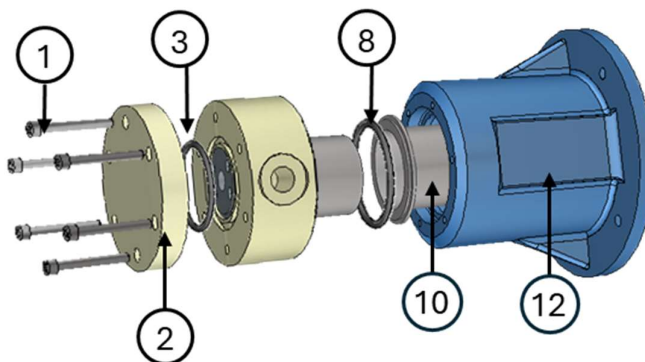

Figura 4
1. Smontare la pompa rimuovendo le viti (1) mediante una chiave a brugola rimuovendo il coperchio (2) dalla lanterna (12), liberando il bicchiere (10) e gli O-ring (3) e (8) che andranno sostituiti. Vedi figura 4